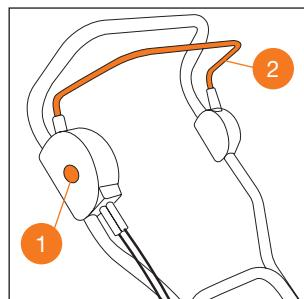

рис. 25
- Нажмите и удерживайте предохранительную клавишу ① (Рис.25).
- Продолжая удерживать предохранительную клавишу ①, прижмите рычаг включения двигателя ② к рукоятке (Рис. 25). Двигатель заработает и нож начнёт вращение.
- Отпустите предохранительную клавишу ①, продолжая прижимать рычаг включения двигателя ② для кошения травы.
- Для остановки двигателя отпустите рычаг включения двигателя ②.